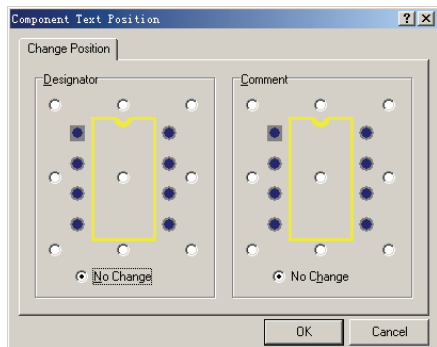

图 6-51 “Component Text Position” 对话框
2) Component Text Position: 执行该命令后，系统弹出如图 6-51 所示的“Component Text Position (元器件文本位置设置)”对话框，可以在该对话框中设置元器件文本的位置，也可以直接手动调整文本位置。